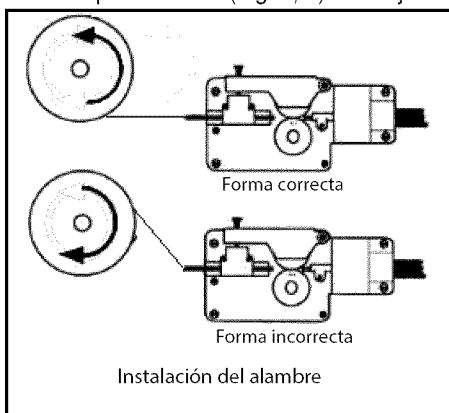
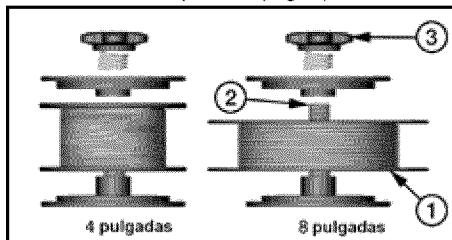

Fig. 4
Fig. 5
2.4 Coloque la bobina (Fig. 5, 1) en el eje
de la bobina (Fig. 5, 2) para que el alambre salga de la parte inferior de la bobina. El alambre para soldadura siempre debe salir de la parte inferior de la bobina e ingresar al mecanismo de impulsión (Fig. 4).
2.5 La soldadora puede utilizar bobinas de 4 u 8 pulgadas. Consulte la Figura 5 para obtener referencias adicionales. La tuerca de mariposa (Fig. 5, 3) se utiliza para ajustar la bobina al eje de la bobina, y controla la tensión de la bobina.